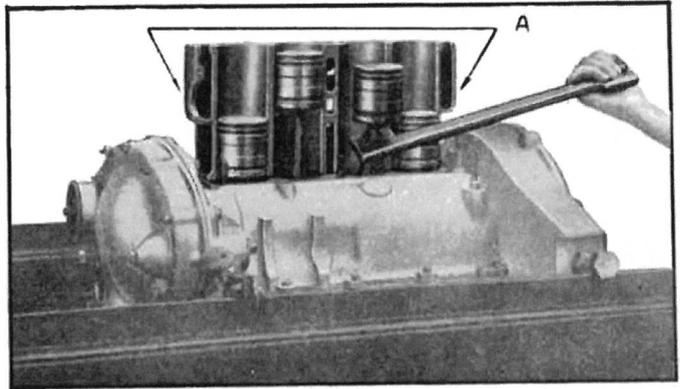

Fig. 30. — Dégauchissage des pistons à l'aide d'une griffe.
- 11—Employer le demi-groupe de cylindre spécial qui sera fixé sur le carter du moteur comme s'il s'agissait du groupe initial. Chaque piston sera appliqué au point mort haut et au point mort bas dans son demi-cylindre correspondant et s'il y a coincement, la bielle intéressée sera dégauchie à l'aide d'une ou de deux griffes (fig. 30).